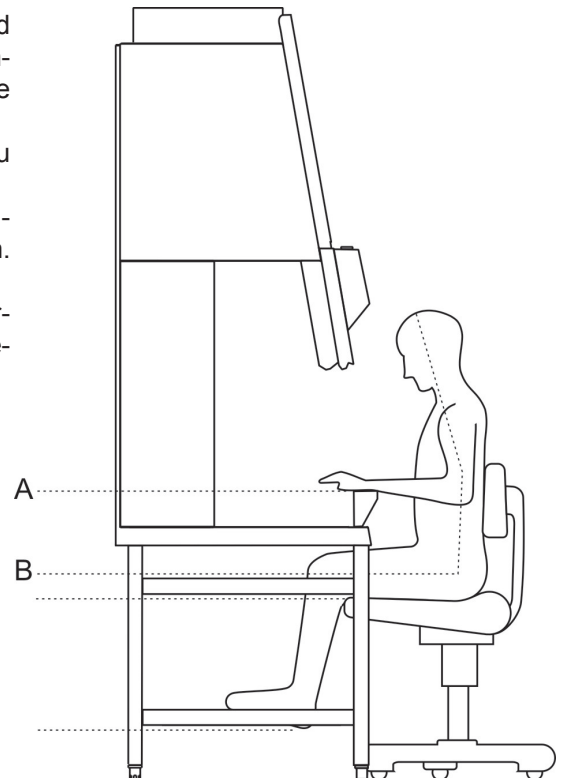

Abb. 17
**Abb. 17:** Um Gesundheitsrisiken vorzubeugen, sollte während längerer Arbeitsphasen an der Sicherheitswerkbank ein höhenverstellbarer Arbeitsstuhl verwendet werden, dessen stützende Rückenlehne einstellbar ist.